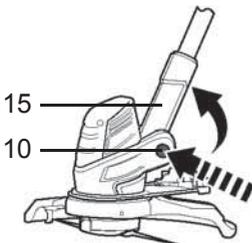

Fig. 21
Appuyez sur le bouton de verrouillage (10) puis réglez la tête de coupe (15) sur l'angle qui convient. L'articulation comporte 5 crans entre 0° et 90° (Fig. 21, 22, 23).